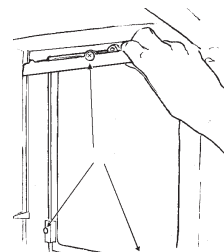

Fig. 3 Montering av sideglass sett fra innsiden
6. Skru løs klammer som holder stålplaten(e) på plass hvor glasset skal inn (se fig. 3).